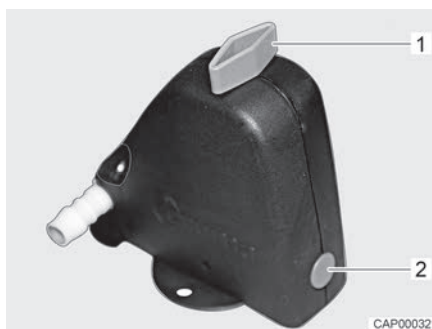
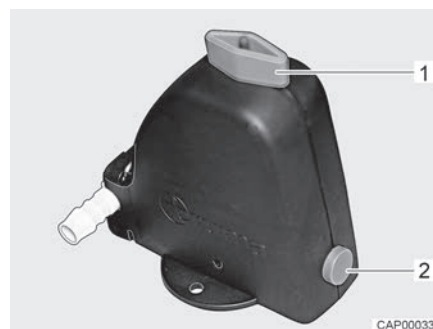

Bild 143 Säkerhets-/avtappningsventil stängd
Bild 144 Säkerhets-/avtappningsventil öppen
- Öppna säkerhets-/avtappningsventil (Bild 143). Vrid vredet (Bild 143,1) mot säkerhets-/avtappningsventilen. Tryckknappen (Bild 143,2) skjuts ut. Den öppna säkerhets-/avtappningsventilen visas i Bild 144.